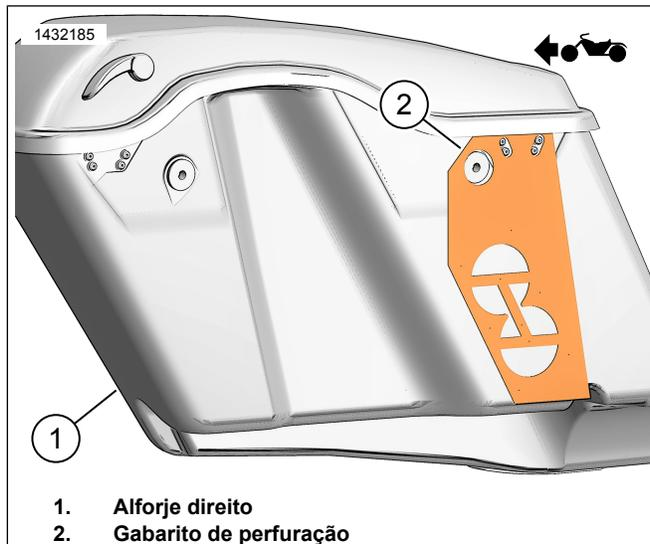

Figura 9. Modelo do alforje direito
1. Figura 9 Posicione o gabarito (2) no alforje direito (1).